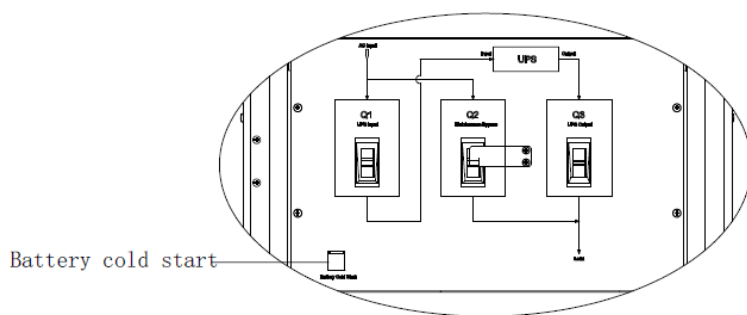

Рис. 6-1 Схема расположения кнопки запуска аккумуляторов
2. Нажмите на красную кнопку запуска аккумулятора, расположенную под выключателем входа выпрямителя, и удерживайте ее в течение 3 секунд (см. рис. 6-1).